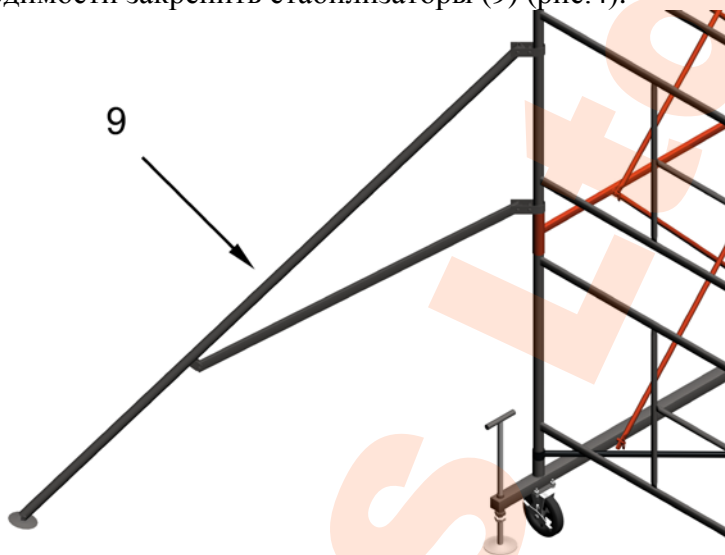

рис.4
4.1. При сборке вышки высотой от 6.3 метра (4 секций включительно), для дополнительной устойчивости, у основания при необходимости закрепить стабилизаторы (9) (рис.4).